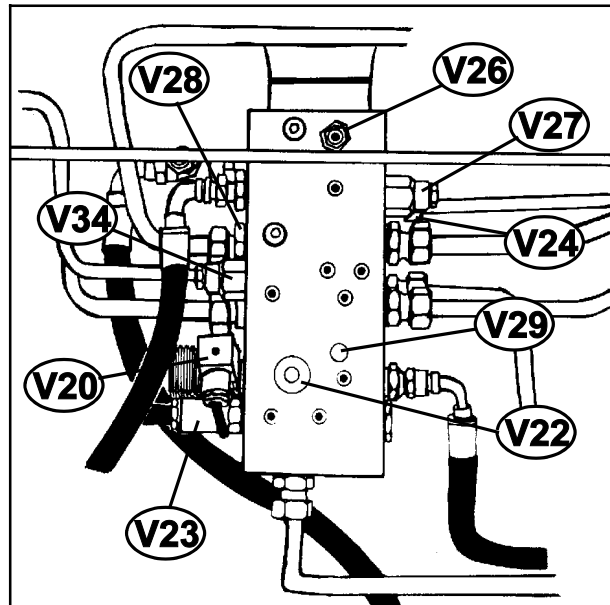

Fig. 14-7
14.5 SAMLEBLOKK. (Se fig. 14-7).